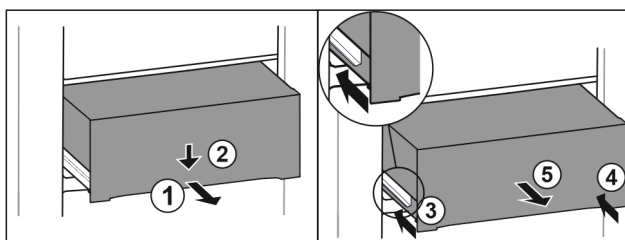

Fig. 155
- Tirer le tiroir jusqu'à mi-chemin. Fig. 155 (1)
- Appuyer sur l'avant du tiroir vers le bas. Fig. 155 (2)
- Insérer le rail gauche d'env. 2 cm. Fig. 155 (3)
- Insérer le rail droit d'env. 2 cm. Fig. 155 (4)
- Retirer le tiroir par l'avant. Fig. 155 (5)